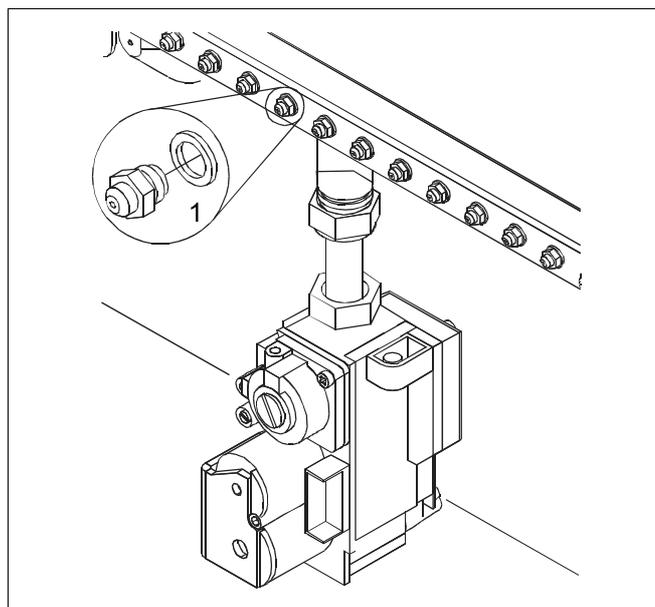

Fig. 42 Sostituire gli ugelli
- Rimuovere gli ugelli (fig. 42, **pos. 1**) del bruciatore e sostituirli con ugelli di diametro foro corrispondente alla nuova famiglia di gas (tab. 7, pagina 39).